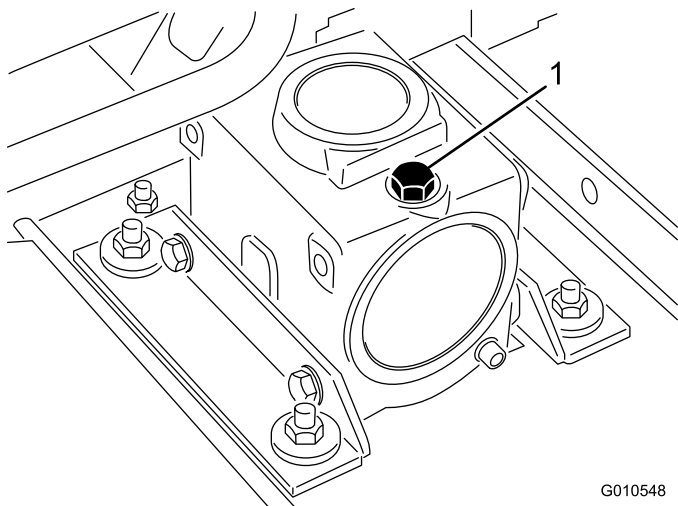

図 19
2. ギアボックスの上部についているディップスティック兼給油プラグ 図 19を取り、オイルの量が、ディップスティックについている2本のマークの間